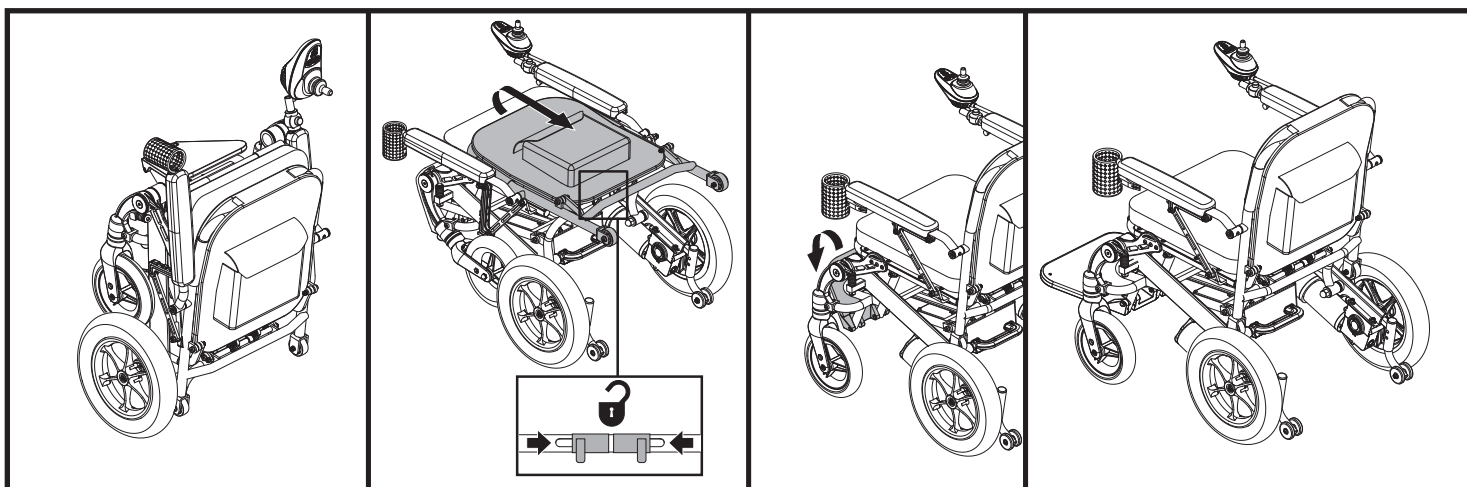

Figure 8. Déplier le fauteuil Jazzy® Passport
2. Placez une main sur le dessus du dossier du siège et poussez vers le bas tout en pressant ensemble les goupilles du mécanisme de verrouillage. **Voir la figure 8.**